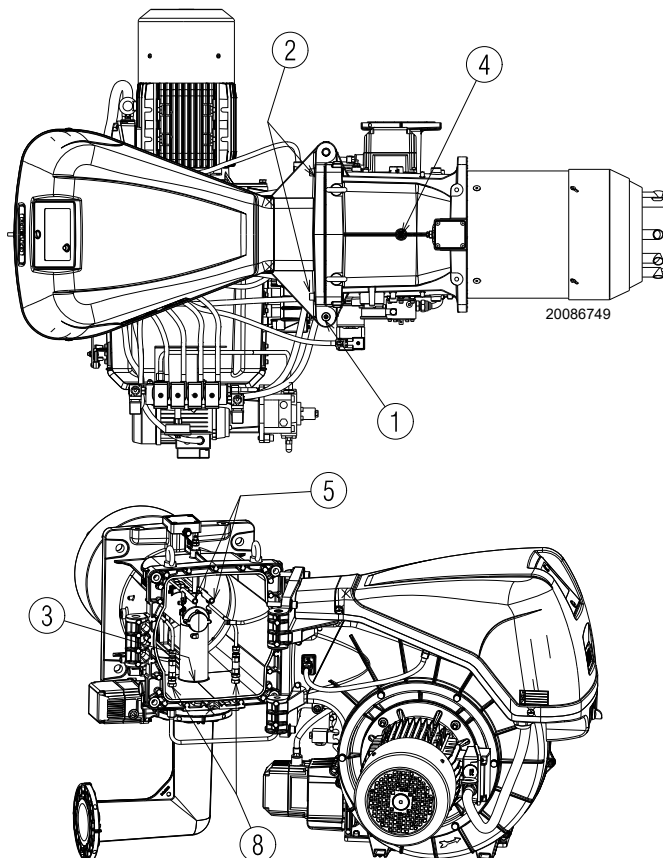

Fig. 16
El quemador sale de fábrica preparado para la apertura hacia la derecha, manteniendo por tanto el perno 1)(Fig. 16) en su alojamiento.
- C abrir el quemador completamente como en Fig. 16;
Para la apertura del quemador por el lado opuesto, antes de quitar el perno 1)(Fig. 16), verificar que los 4 tornillos 2) estén apretados. Después, desplazar el 1) hacia el lado opuesto, solo entonces será posible quitar los tornillos 2). Desconectar la toma 9)(Fig. 16) del presostato gas de máxima, después, proceder como se describe arriba en el punto C).